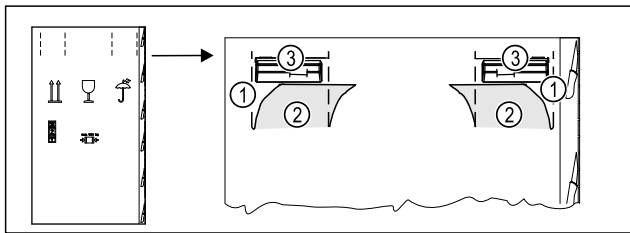

Fig. 6
- ▶ Introduire le carton d'emballage en haut au niveau de la perforation Fig. 6 (1).
- ▶ Retirer les languettes enfoncées Fig. 6 (2).
- ▶ La poignée de transport Fig. 6 (3) à droite et à gauche est visible.
- ▶ Tenir l'appareil au niveau des poignées de transport Fig. 6 (3).